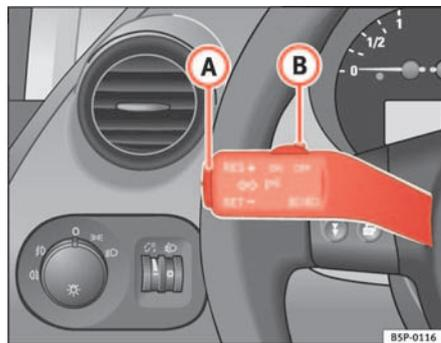

Fig. 142 Leva degli indicatori di direzione e degli abbaglianti: l'interruttore e il tasto di comando del regolatore di velocità
- Se si desidera aumentare la velocità programmata, premere sulla parte superiore del tasto **RES** ⇒ fig. 142 **A**. La velocità sale finché si tiene premuto il tasto. Il sistema memorizza come parametro di riferimento la velocità raggiunta nel momento in cui si lascia andare il tasto.
Se si riduce la velocità schiacciando il pedale del freno, il regolatore si disattiva. Per riattivare il regolatore di velocità si deve premere una volta sulla parte superiore del tasto **RES+** ⇒ fig. 142 **A**.